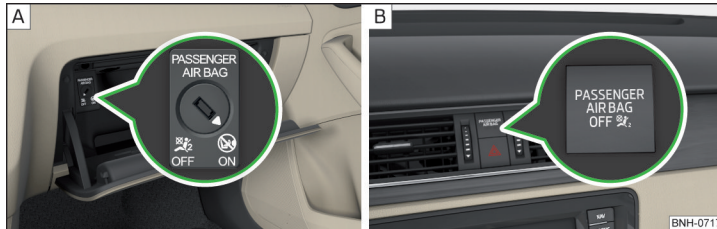

Abb. 22 **Schlüsselschalter für Beifahrer-Frontairbag / Kontrollleuchte für Beifahrer-Frontairbag**
Der Beifahrer-Frontairbag kann mit dem Schlüsselschalter abgeschaltet werden » Abb. 22 auf Seite 27 - A.
Stellungen des Schlüsselschalters » Abb. 22 - [A]
- OFF** Der Beifahrer-Frontairbag ist abgeschaltet - nach dem Einschalten der Zündung leuchtet¹⁾ die Kontrollleuchte **OFF** ⚠; » Abb. 22 - [B]